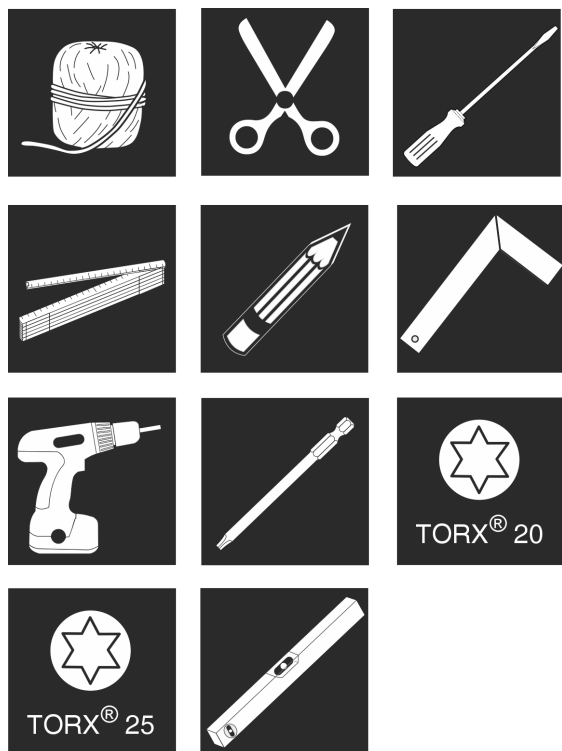

Fig. 8
1. Подготовка инструмента. *Fig. 8 ()*